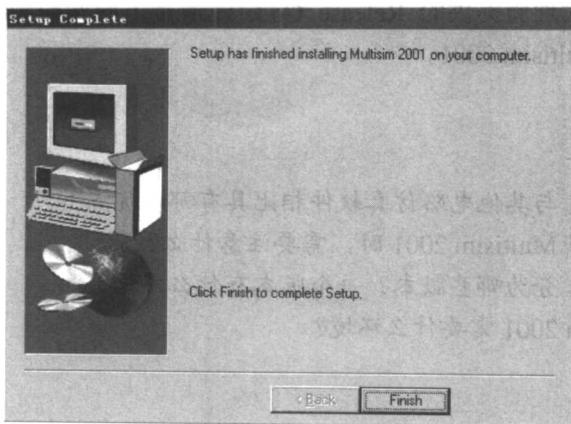

图 1-11 Setup Complete 对话框
(6) 文件复制完毕后，点击“OK”按钮，安装程序显示出 Setup Complete(安装完成)对话框(如图 1-11 所示)，点击其中的 Finish 按钮后，第二阶段安装结束。